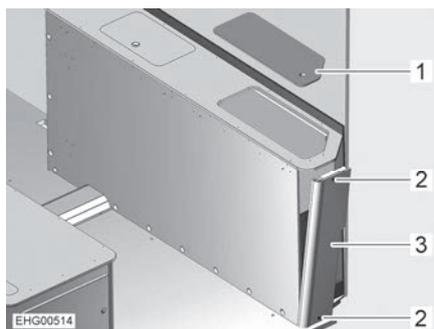

Fig. 107 Coffre de banquette droit
- Retirer le couvercle de service (Fig. 107,1).
- Dévisser 2 vis (Fig. 107,2).
- Passer la main dans le coffre de banquette par le haut et presser légèrement la paroi latérale (Fig. 107,3) vers l'extérieur.